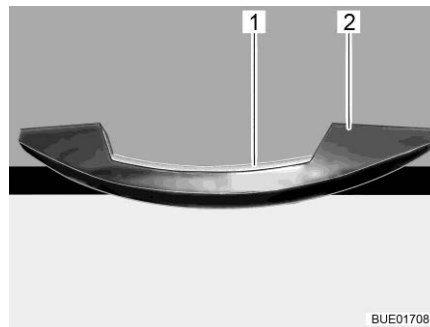

Fig. 67 Poignée avec barre de déverrouillage (exemple)
- Pousser la barre de déverrouillage (Fig. 67,1) et la maintenir poussée.
- Tirer sur la poignée (Fig. 67,2) jusqu'à ce que la porte de placard s'ouvre.